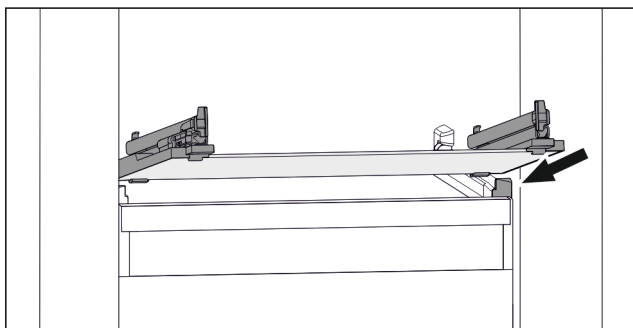

Fig. 95 Simbolična slika steklene plošče
- ▶ Stekleno ploščo postavite v poševnem položaju za zaustavljalniki. (glejte Fig. 95)